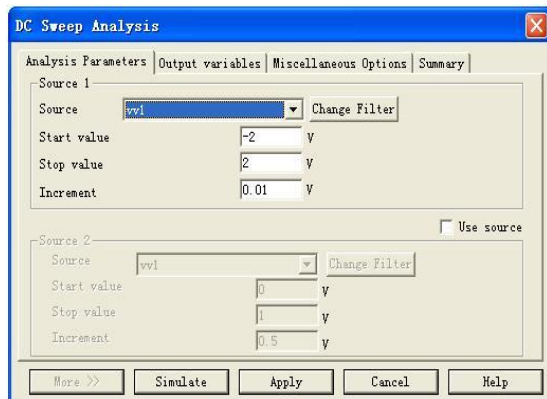
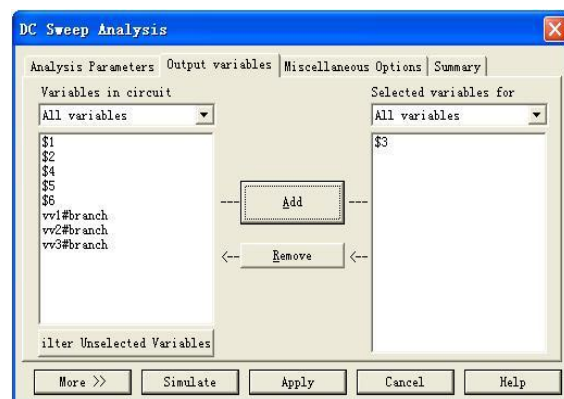

图 6.2 直流扫描分析扫描范围设置
图 6.3 直流扫描分析输出设置
(1) 选取菜单命令 **Simulate**→**Analyses**→**DC Sweep**，设定 **vv1** 为扫描电压，扫描范围为 -2~2V，如图 6.2 所示；输出为节点 3（\$3）的电压，如图 6.3 所示。